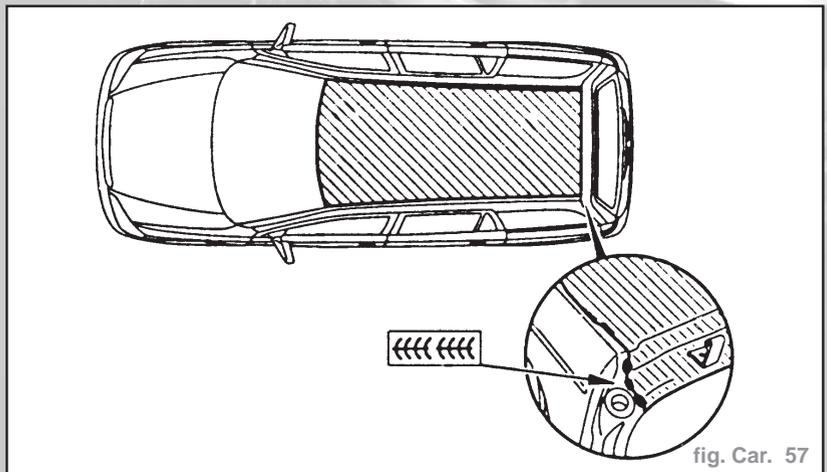

fig. Car. 57
- Enlever le toit par forage. Découper le toit au niveau du collage de l'arceau au moyen du couteau thermique MKM-590-A. Retirer le toit (fig. Car. 57). Tenir compte de la dimension de la pièce neuve.